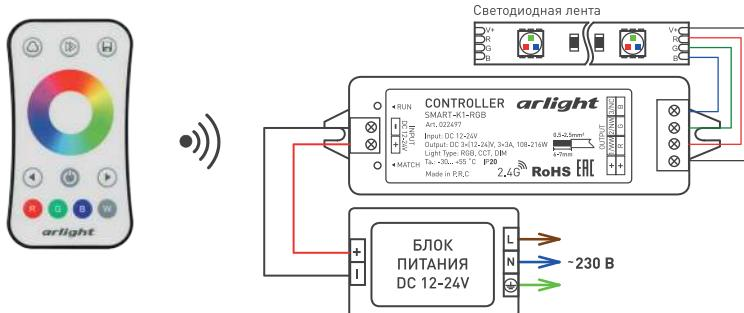

Рисунок 1. Схема подключения панели SMART-RGB-SET-RING
- 3.2. Подключите диммер согласно схеме [рисунок 1].